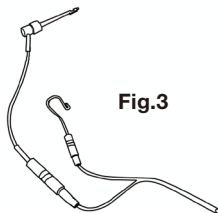

Fig.3
- (2) Conecte el clip de la lima: conecte el enchufe del clip de la lima a cualquiera de los conectores del cable de medida. (Fig. 3)
- (3) Conecte el gancho de labio: conecte el gancho de labio al otro conector del cable de medida (Fig.3)